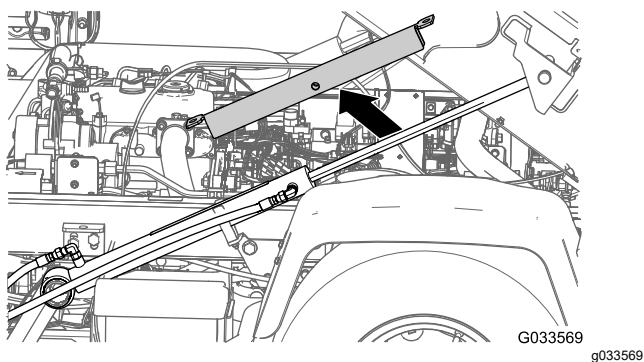
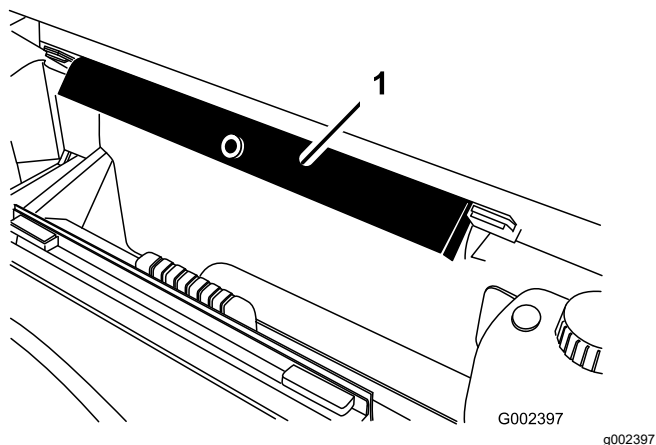

Figura 32
Figura 33
2. Îndepărtați suportul platformei de pe cilindrul de ridicare și depozitați suportul pe consolele de depozitare din spatele panoului ROPS (Figura 32 și Figura 33).